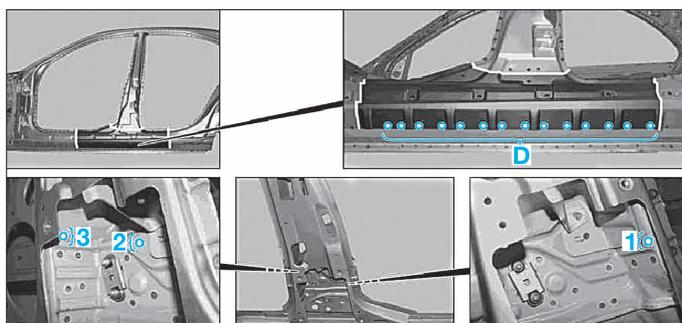

FIG. 77
- Percer des trous (1), (2) et (3) (Fig.77) et garnir l'intérieur de cire pour la protection anticorrosion des corps creux.